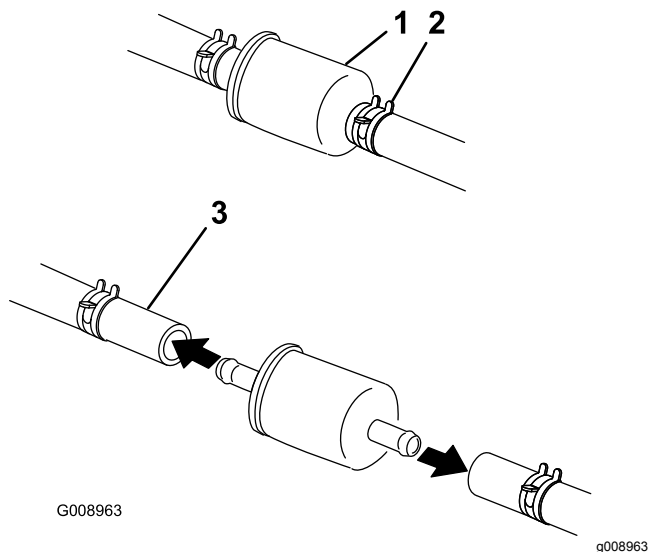

Figure 59
5. Pincez les extrémités des colliers et éloignez les colliers du filtre (Figure 59).
7. Posez un filtre neuf et rapprochez les colliers de fixation du filtre (Figure 59).